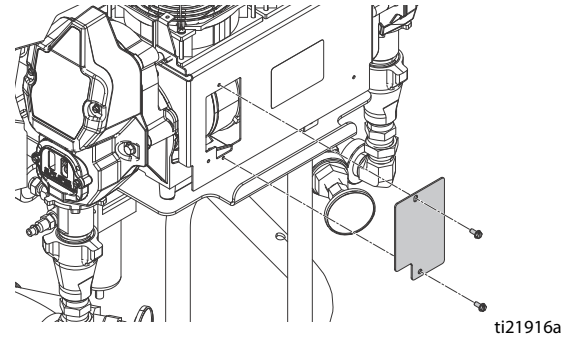

Рис. 19. Щетки электродвигателя
6. Снимите крышку элемента управления дисплеем (26). Отсоедините кабели электродвигателя в соответствии с указанными ниже инструкциями.
- a. Извлеките два болта и получите доступ к накладной пластине. См. Рис. 19.